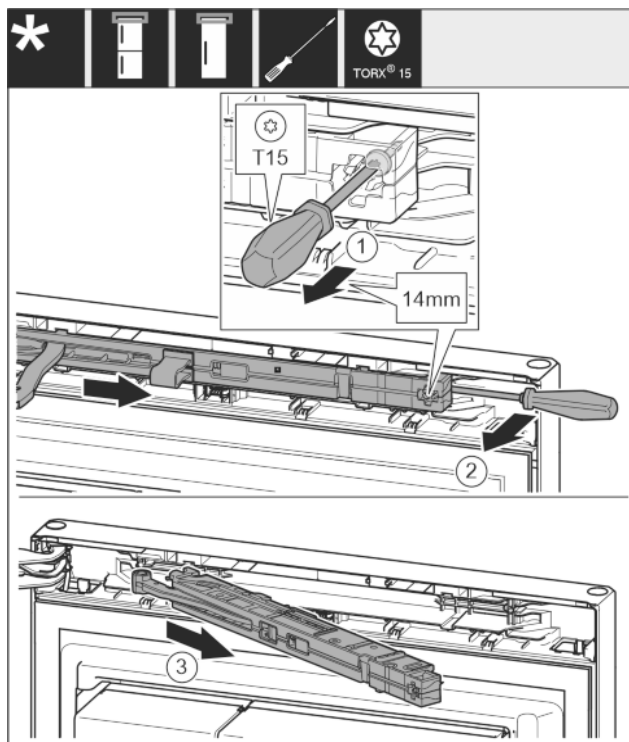

Fig. 9
- ▶ Šroub na jednotce tlumiče zavírání povolte šroubovákem T15 o cca 14 mm. Fig. 9 (1)
- ▶ Šroubovákem na straně madla zajedťte za jednotku tlumiče zavírání a otočte ji dopředu. Fig. 9 (2)
- ▶ Vytáhněte jednotku tlumiče zavírání. Fig. 9 (3)